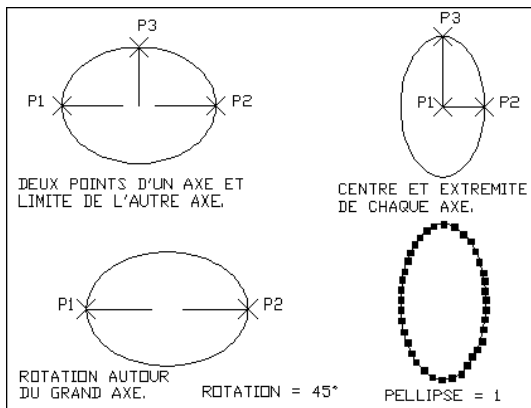

Fig.4.33
- [2] Dans le cas de l'option par défaut **Axe-Fin** (Axis-End) (fig.4.33), désigner la première extrémité du premier axe (point P1).